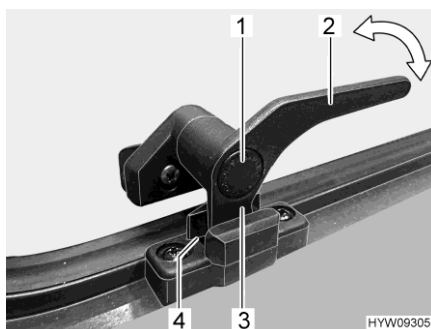

Bild 62 Låsarm (läget "kontinuerlig vädning")
- I läget "kontinuerlig vädning" (Bild 62)
- Tryck på låsknappen (Bild 62,1) och håll den nedtryckt.
- Sväng låsarmen (Bild 62,3) ett kvarts varv mot fönstrets mitt.
- Vrid tillbaka låsarmen. Därvid måste låsarmens låsspak (Bild 62,3) föras in i spåret på fönsterlåsen (Bild 62,4).
- Släpp låsknappen (Bild 62,1).